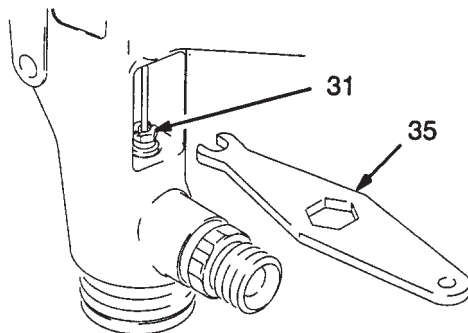

Fig. 11
9. Serrer la vis de réglage des joints (31) à l'aide de la clé (35), comme illustré à la Fig. 11, jusqu'à entendre un léger déclic sur le pointeau produit. Ne pas trop serrer la vis car cela pourrait gêner le mouvement du pointeau.
20. Monter les gâchettes de pistolet et d'activateur (3 et 48). Serrer la vis (5) au couple de 2,8 à 4 N.m.
21. Déclencher le pistolet pour tester le mouvement du pointeau produit (21). Si le pointeau ne revient pas en position après qu'on ait relâché la gâchette ou s'il est lent à revenir en position, desserrer la vis de réglage des joints (31) à l'aide de la clé du pistolet (35) jusqu'à ce que le pointeau revienne librement. Voir la Fig. 11. Recommencer cette opération pour tester le pointeau d'activateur (49).